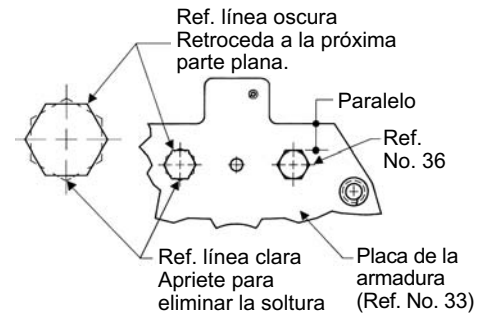

Figura 10
**AVISO:** Los tornillos (Ref. No. 36) tienen que estar lo suficientemente apretados como para remover la soldadura solamente. Luego retroceda el tornillo en el sentido contrario a las manillas del reloj de modo que la próxima parte plana en el tornillo quede paralela con el borde en la placa de la armadura (Ref. No. 33) (Vea la Figura 10).